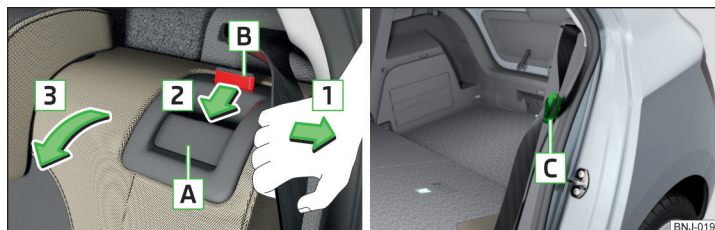

Fig. 65 Rabatarea înainte a spătarului/reglarea disponibilității centurii de siguranță
- Trageți centura de siguranță exterioară înspre capitonajul lateral, în sensul săgeții **1** » fig. 65.
Elementul de fixare ale centurilor de siguranță exterioare **C** » fig. 65 poate fi introdus în capitonajul lateral.